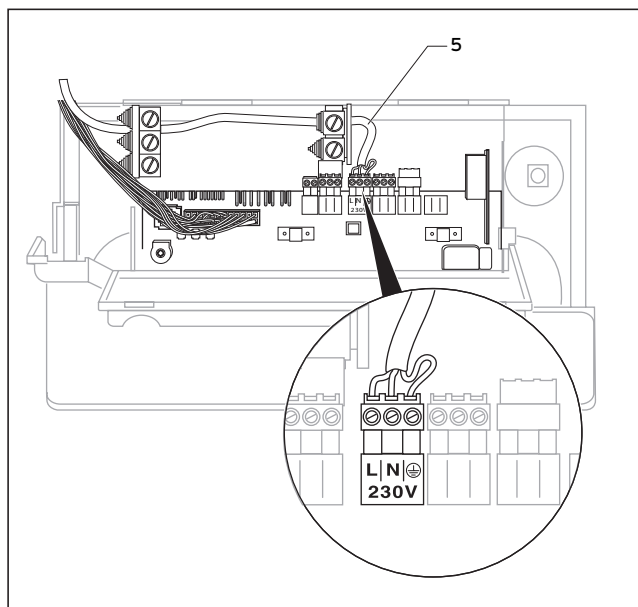

Fig. 5.10 Cablaggio (esempio)
- Inserire infine i cavi di collegamento (5) nel pannello comandi, tagliare i cavi alla lunghezza desiderata ed asportare l'isolamento per quanto necessario (vedi fig. 5.10).
- Inserire infine i cavi di collegamento (5) nel pannello comandi, tagliare i cavi alla necessaria lunghezza (vedi fig. 5.10). ed asportare l'isolamento.